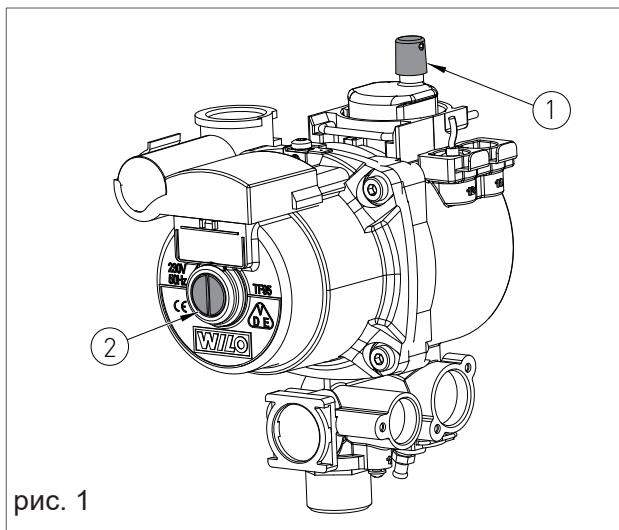

рис. 1
- › Котел в упаковке установите на пол(рис. 1-А) и снимите крепления. Потяните четыре клапана коробкинаружу.
- › Придерживая оборудование рукой,поворните его на 90о (рис. 1-В).
- › Поднимите коробку (рис. 1-С) иснимите защиту (рис. 1-Д).
Чтобы обеспечить обслуживающему персоналу доступ к внутренним деталям оборудования, при установке учитывайте минимальные технологические расстояния (см. рис.1).
2. Немного ослабьте колпачок автоматического воздухоотводчика (поз. 1 на рис. 1) для сброса воздуха из системы;
6. Отверните колпачок насоса (поз. 2 на рис. 1), чтобы удалить пузырьки воздуха и снова закройте колпачок, чтобы не допустить утечки;